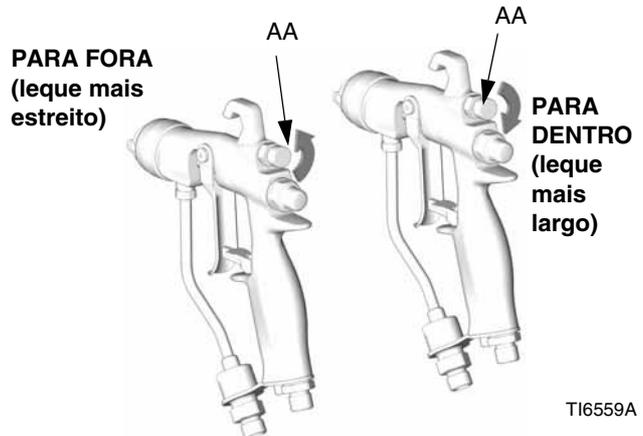

FIG. 6. Botão do leque de ar
1. Consultar FIG. 6. Feche o ar de regulação do leque, rodando o botão (AA) totalmente no sentido dos ponteiros do relógio (para dentro). Deste modo a pistola é regulada para o leque mais amplo.